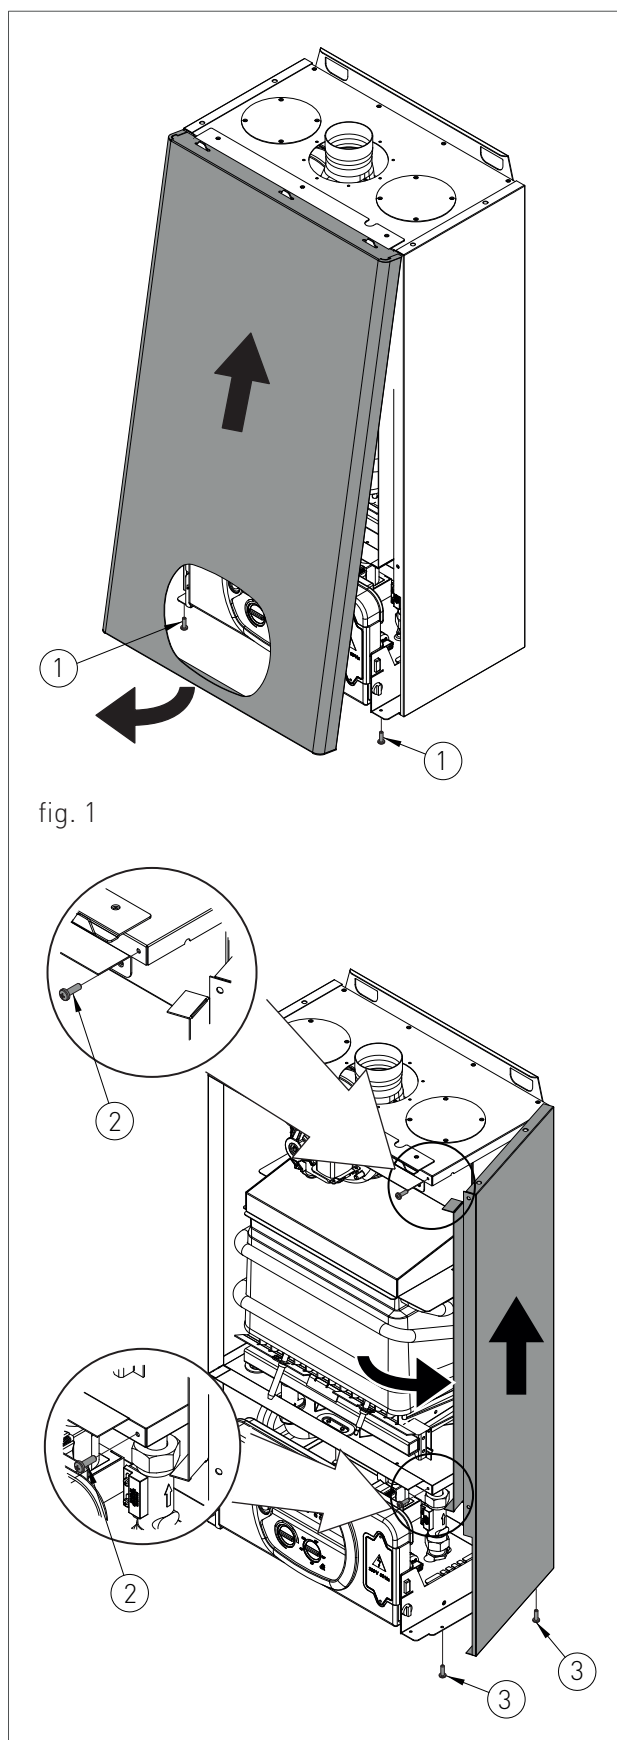

fig. 1
- › rimuovere le viti (1 - fig.1) di fissaggio poste nel bordo inferiore del pannello frontale;
- › afferrare il pannello frontale nella parte inferiore e, tirandolo verso se, estrarlo con movimento verso l'alto (vedi fig. 1).
- › rimuovere le viti (2 - fig.1) di fissaggio poste nel bordo frontale del pannello laterale;
- › rimuovere le viti (3 - fig.1) di fissaggio poste nel bordo inferiore del pannello laterale;
- › afferrare la base del pannello e, dopo averlo spostato lateralmente, estrarlo alzandolo (vedi fig. 1).
- > Afferrare contemporaneamente le staffe di supporto del pannello comandi (fig. 1) allargandole e rovesciare il pannello, ruotandolo verso il basso;
- > svitare le quattro viti di fissaggio 1 - fig. 1;